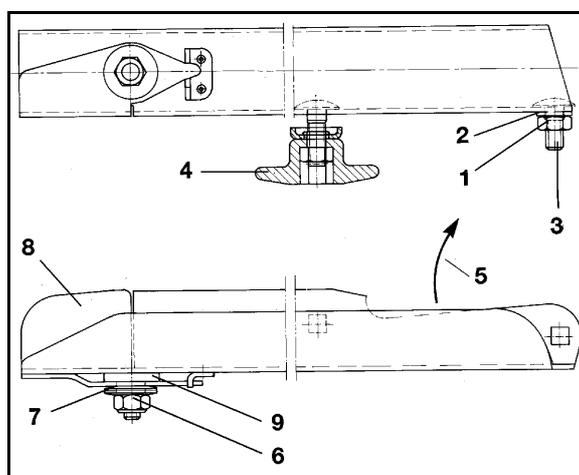

Fig. 80
1. Selbstsichernde Mutter (Messing CuZn) (Fig. 80/6) lösen und einschließlich Tellerfedern (Fig. 80/7) entfernen.
2. Schwenkflügel (Fig. 80/8) auswechseln.
Auf Kunststoffscheibe (Fig. 80/9) zwischen Streuschaufel und Schwenkflügel achten.
4. Selbstsichernde Mutter (Fig. 80/6) mit Drehmoment von 6 - 7 Nm anziehen, so dass der Schwenkflügel noch von Hand verschwenkbar ist, aber im Einsatz nicht selbsttätig nach oben schwenkt.